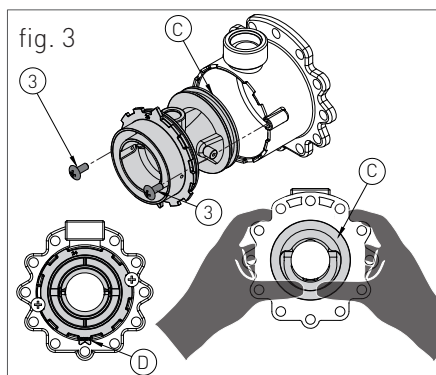

fig. 3
- › svitare le due viti '3' (fig.3) e fare pressione sul lato posteriore del corpo venturi 'C' (fig.3);
- › sostituire il corpo venturi con quello adatto al tipo di gas di rete (Per 28 kW cod. 30-00232 per metano / cod. 30-00499 per GPL / cod. 30-00167 per aria propanata) (Per 34 kW cod. 30-00207 per metano / cod. 30-00499 per GPL / cod. 30-00199 per aria propanata) e assicurarsi che l'orientamento del dente 'D' (fig.3) sia verso il basso sulla ghiera in alluminio (vedi fig.3);